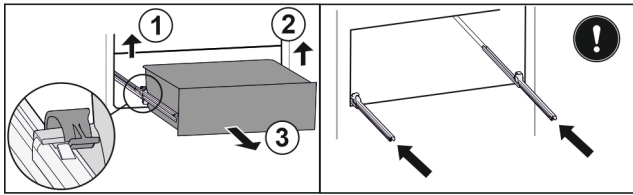

Fig. 179
- ▶ Linke Klemme anheben und gleichzeitig Schubfach links nach vorne ziehen. Fig. 179 (1)
- ▶ Rechte Klemme anheben und gleichzeitig Schubfach rechts nach vorne ziehen. Fig. 179 (2)
- ▶ Schubfach nach vorne entnehmen. Fig. 179 (3)